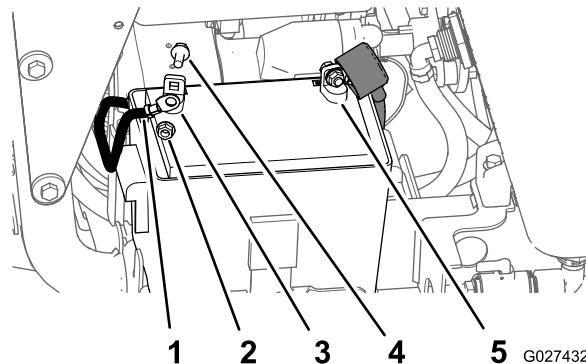

Figure 73
- Retirez le boulon à embase hexagonale et l'écrou à embase du câble négatif et de la borne négative (-) de la batterie, et débranchez le câble de la batterie (Figure 73).
- Enlevez le capuchon rouge de la borne positive de la batterie (Figure 73).
- Retirez le boulon à embase hexagonale et l'écrou à embase du câble positif (rouge) et de la borne positive (+) de la batterie, et débranchez le câble de la batterie (Figure 73).
3. Reliez le câble positif (rouge) à la borne positive (+) de la batterie au moyen d'un boulon à embase et d'un écrou à embase (Figure 73).
5. Reliez le câble négatif à la borne négative (-) de la batterie avec un boulon à embase et un écrou à embase (Figure 73).